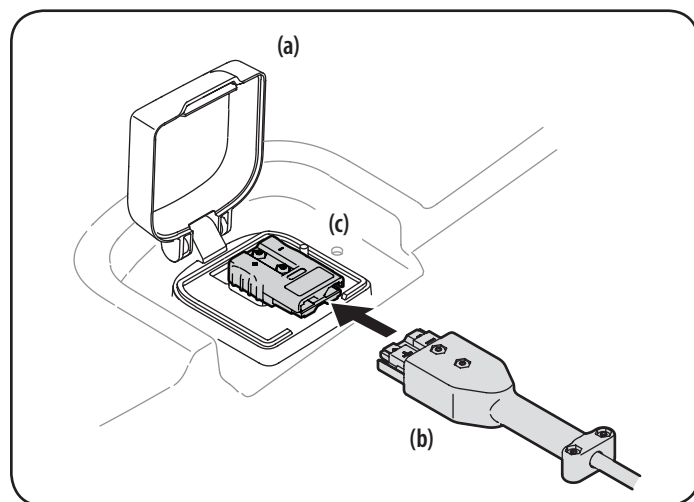

Figura 41
1. Levante la puerta del puerto de carga (a), que se encuentra en el panel posterior del cuerpo de la podadora. Ver Figura 41.